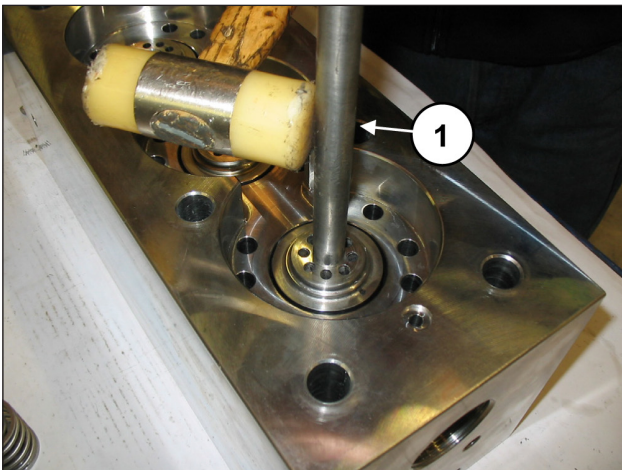

Fig. 115
Si les sièges de soupape résultent bloqués sur la tête à cause de la présence de calcaire ou s'ils sont oxydés, les débloquer en faisant passer l'outil (réf. 034300020 pour SK20-22-24 ou réf. 034300010 pour SK26-28-30) dans l'orifice de refoulement (rep. ①, Fig. 115).